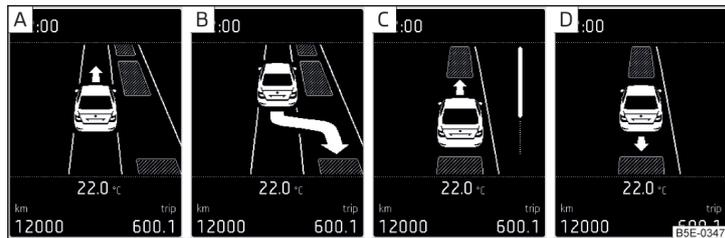

Abb. 156 Displayanzeige
### Displayanzeige » Abb. 156
Findet das System eine Parklücke, dann wird diese Parklücke im Display angezeigt » Abb. 156 - **A**.
- Noch weiter vorfahren, bis im Display die Anzeige erscheint » Abb. 156 - **B**.
- Wenn im Display der Pfeil nach vorn blinkt » Abb. 156 - **C**, dann den 1. Gang einlegen bzw. den Wählhebel in Stellung **D** stellen. ▶
- Wenn im Display der Pfeil nach hinten blinkt » Abb. 156 - , dann erneut den Rückwärtsgang einlegen bzw. den Wählhebel in Stellung **R** stellen.